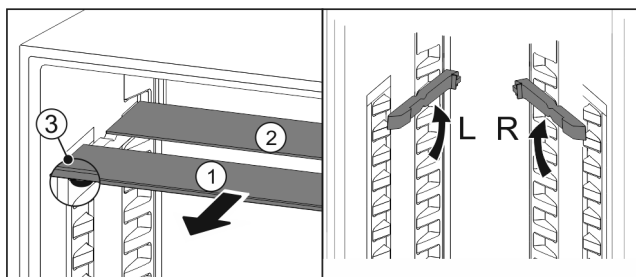

Fig. 71
- ▶ Extrageți Fig. 71 (1) pe rând plăcile de sticlă spre înainte.
- ▷ Placa de sticlă Fig. 71 (1) cu șipca decorativă se află în față.
- ▷ Opritoarele Fig. 71 (3) indică în jos.